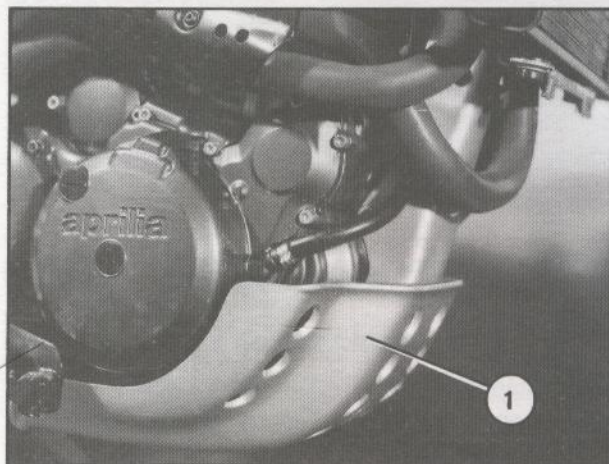

Fig. 44
- Togliere il paracoppa (1 Fig. 44) dopo avere svitato e tolto le tre viti.
- Remove the sump casing (1 Fig. 44) after having unscrewed and removed the three screws.